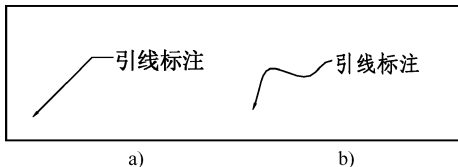

图 9-46 引线类型示例
系统提示：“输入选项 [类型 (T)/基线 (L)] :” 其中“类型”可以选择直线、样条曲线或无引线，如图 9-46 所示；“基线”用于更改水平基线的距离和选择是否使用基线。
- 内容类型：用于指定要使用的内容类型，系统提示：“输入内容类型 [块 (B)//无 (N)] :” 其中“块”可以指定图形中的块用于文字注释；“无”用来确定无注释内容。